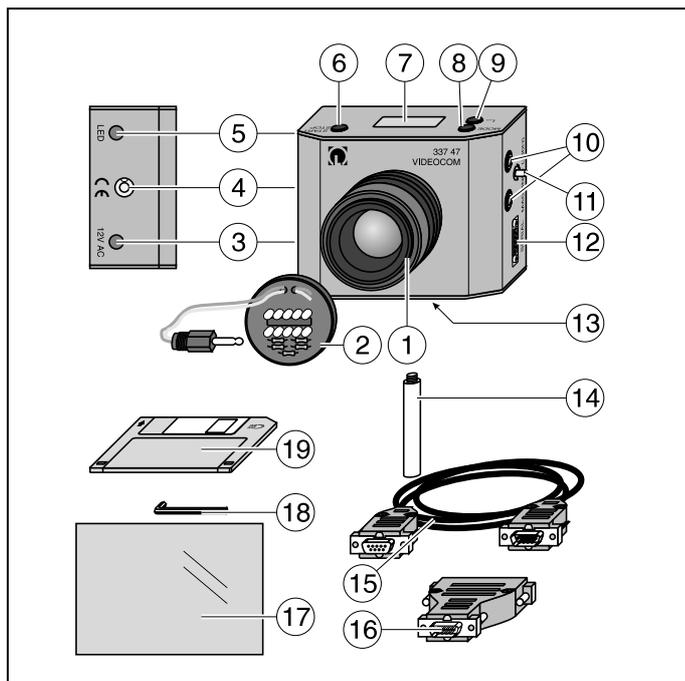

Fig. 2
2.1 VidéoCom (337 47), voir fig. 2
- ① Objectif de 50 mm, fixé au boîtier avec vis à tête creuse
- ② Eclairage stroboscopique par LEDs à disposer sur l'objectif (la fréquence et l'intensité sont réglables); branchement à la douille à cliquet ⑤
- ③ Prise de connexion pour la tension d'alimentation (12 V~) issue de l'adaptateur secteur enfichable avec fiche creuse (par ex. 562 791)
- ④ Bulle de niveau pour vérifier que VidéoCom est bien à la verticale (par ex. pour la détermination de g avec le corps pour l'étude de la chute libre (337 472))
- ⑤ Douille à cliquet pour le branchement de l'éclairage stroboscopique à LEDs ②
- ⑥ Bouton-poussoir START/STOP pour le lancement et l'arrêt de la mesure (possibilité de commande à distance à partir de l'ordinateur)
- ⑦ Cadran à cristaux liquides pour l'affichage de la mise au point avec une aide pour le réglage
- ⑧ Bouton-poussoir MODE pour la sélection de l'intervalle de temps et la commutation entre la mesure de la position et de l'intensité (possibilité de commande à distance à partir de l'ordinateur)
- ⑨ Bouton-poussoir t_{LED} pour le réglage manuel de l'intensité de l'éclairage stroboscopique (possibilité de commande à distance à partir de l'ordinateur)
- ⑩ Paire de douilles de sécurité de 4 mm pour le branchement d'un aimant de maintien